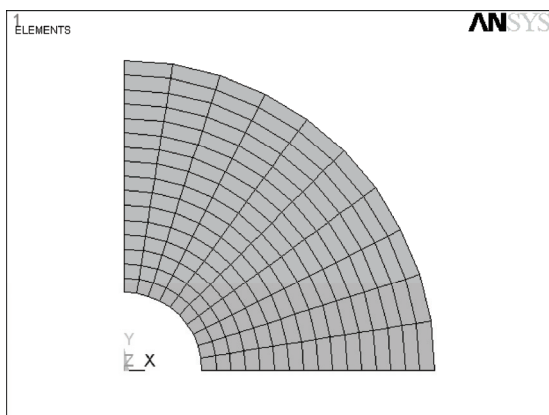

图 5-120 网格划分结果显示
6) 选择 Utility Menu | Plot | Elements 命令, ANSYS 显示窗口将显示网格划分结果, 如图 5-120 所示。